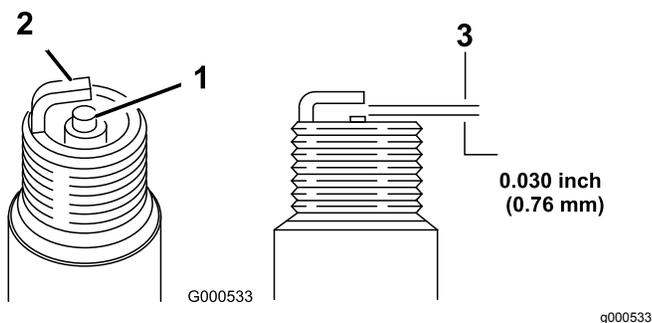

Figura 30
- Defina a folga na vela para 0,76 mm; consulte Figura 30.